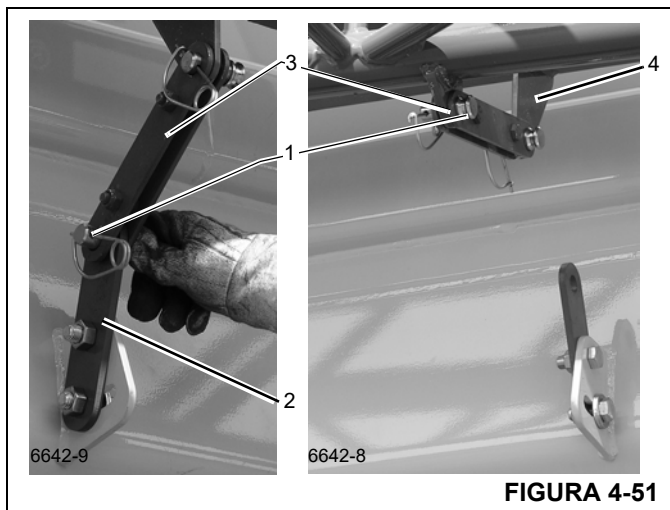

FIGURA 4-51
14. Si no se utilizó la sección de plegado doble de 23 pies (7 m), retire el pasador (1, Figura 4-51) de la barra de seguridad (2) de la sección de la base. Desplace la barra de seguridad (3, Figura 4-51) hacia la sección de 23 pies (7 m) (4) y coloque el pasador (1). Fije con el pasador de retención.